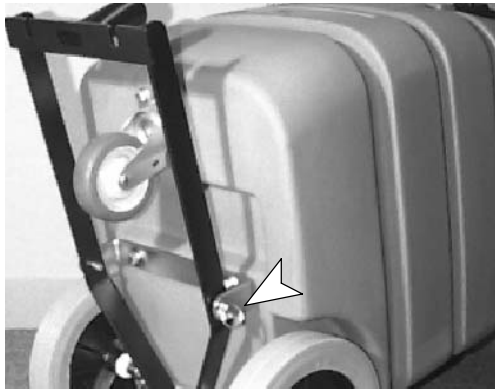

図 2
6. 付属のクレビスピンとヘアピン（各2個）を使用して、スクイージーのブラケットを取り付けブラケットに固定します。（図2）